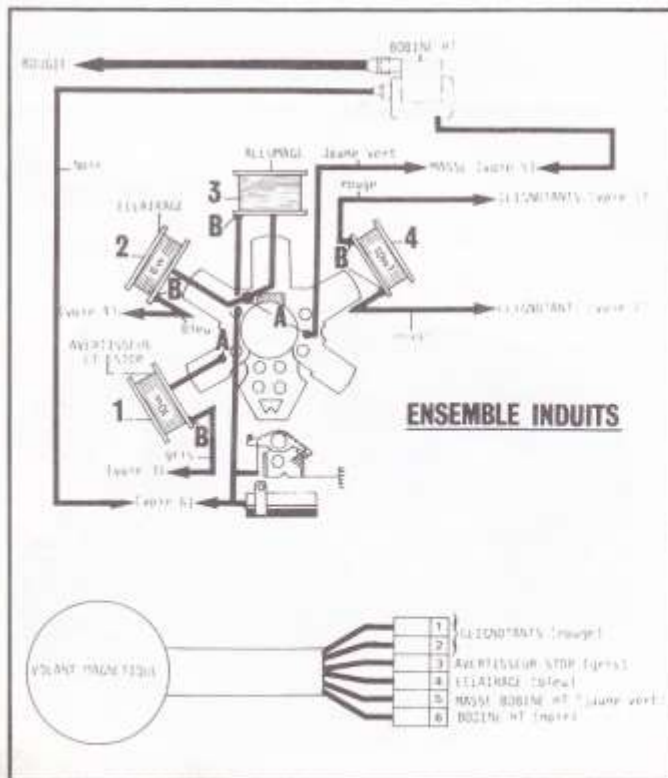

Fig. 56
- Dessouder les fils des cosses de masse (A) (fig. 56),
- Dessouder les fils de connexion (B) (fig. 56),
- Pour extraire la bobine d'allumage, il est nécessaire de retirer auparavant les bobines 2 et 4 (fig. 56),